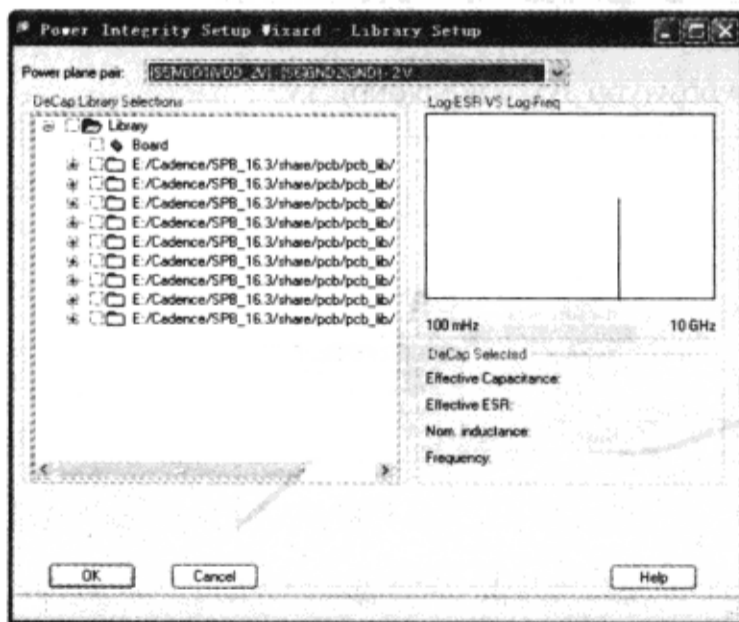

图 8-8-59 “Power Integrity Setup Wizard-Library Setup”对话框
(4) 在“Power Integrity Design & Analysis”对话框中选择“Cap Libraries”，会显示“Power Integrity Setup Wizard-Library Setup”对话框，如图 8-8-59 所示。